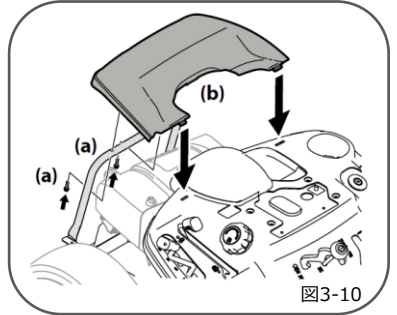

図3-10
1. 後部のエンジン・カバー(b)に工場出荷時についている2本のネジ(a)を取り外してください。後のために六角ネジ(a)を保管してください。(図3-10参照)
2. リアエンジンカバー (b) を前方に向け、図のように配置します (図3-10)。取り付け穴の位置を調整します。